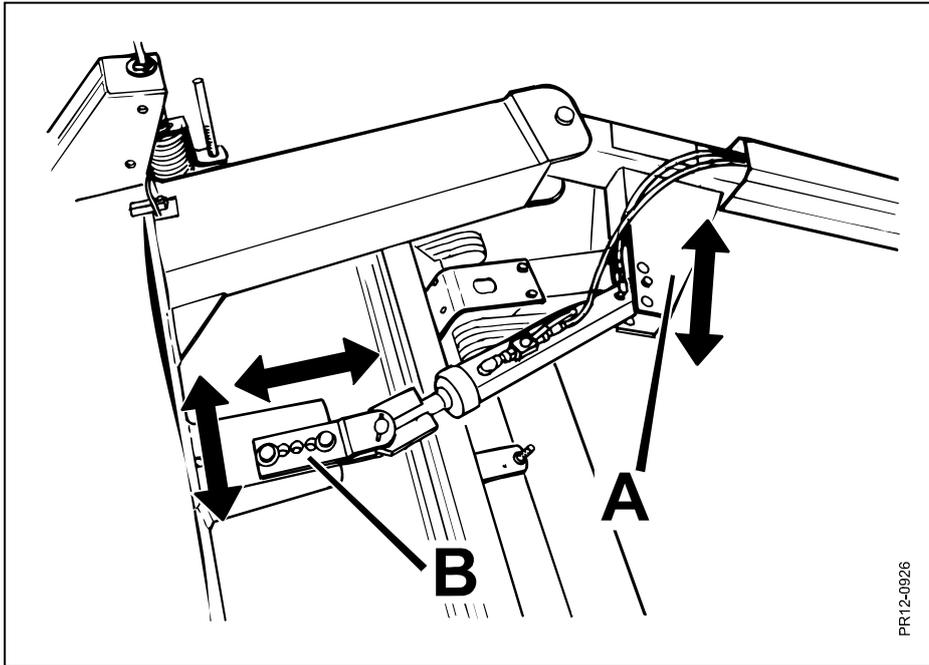

Fig. 3-5
**Fig. 3-5** Die Einstellung kann entweder bei Pos. **A** oder Pos. **B** vorgenommen werden, oder beides, wenn nötig. Sicherstellen, daß die Konsole bei Pos. **B** immer mit 2 Bolzen befestigt ist.